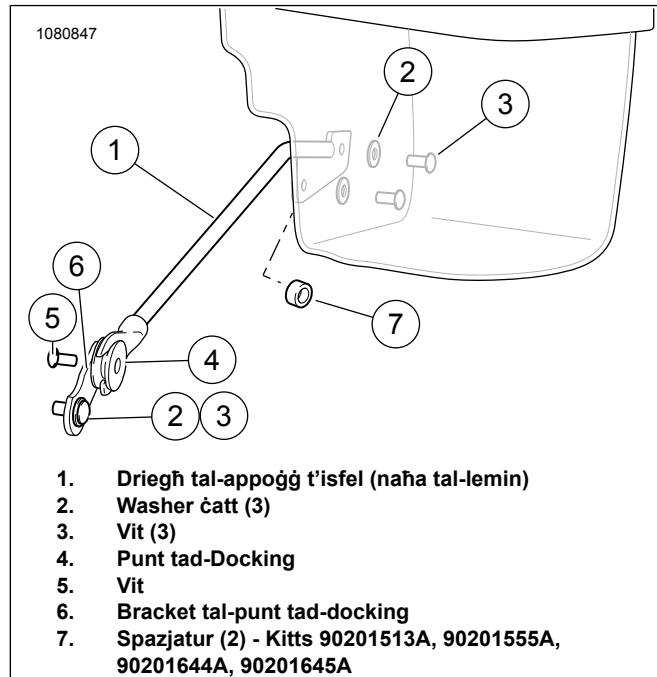

Figura 4. Appoġġ tad-Driegħ t'Isfel
1. Ara Figura 4 . Applika t-threadlocker mal-kamini tal-vit (3).
1. Ara Figura 4 . Installa l-punt tad-docking (4) fuq il-bracket tal-punt tad-docking (6) b'vit (5). Il-punt tad-docking għandu jkun iħares lejn in-naħa ta' barra meta installat fuq il-vettura. Issikka.
- b. Ara Figura 4 . Jekk il-vettura ma jkollhiex footpegs tal-passiġġier, installa l-bracket għal fuq il-frejms permezz ta' vit (3) u washer (2). Issikka.